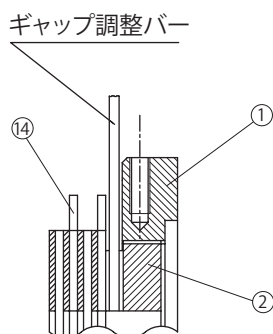

図 8-28
フィールド④側から見て左に回すとギャップが狭くなります。(図 8-28 参照)
- (4) アウターディスク⑭とセンターリング①の間には、取付ボルト③と固定ボルト①が交互に 6 本ずつ通っているため、ギャップ調整バーを回していくとそれらのボルトに当たります。ギャップ調整ネジ②には 8 等配の溝があり、ギャップ調整バーがボルトに当たるごとに (3) を繰り返して、ギャップ G を規定値に調整します。
- (5) ストッパー⑬を、規定ギャップに最も近い溝とネジ穴の点を選び取り付けてください。
- (6) ブレーキの手動解放を元の状態に復帰させた後、電源を入・切してブレーキ動作を確認してください。
- (7) ファン⑦、カバー⑧を取り付けます。この時ファンセットボルト⑩には、スリーボンド TB2365 を塗布してください。